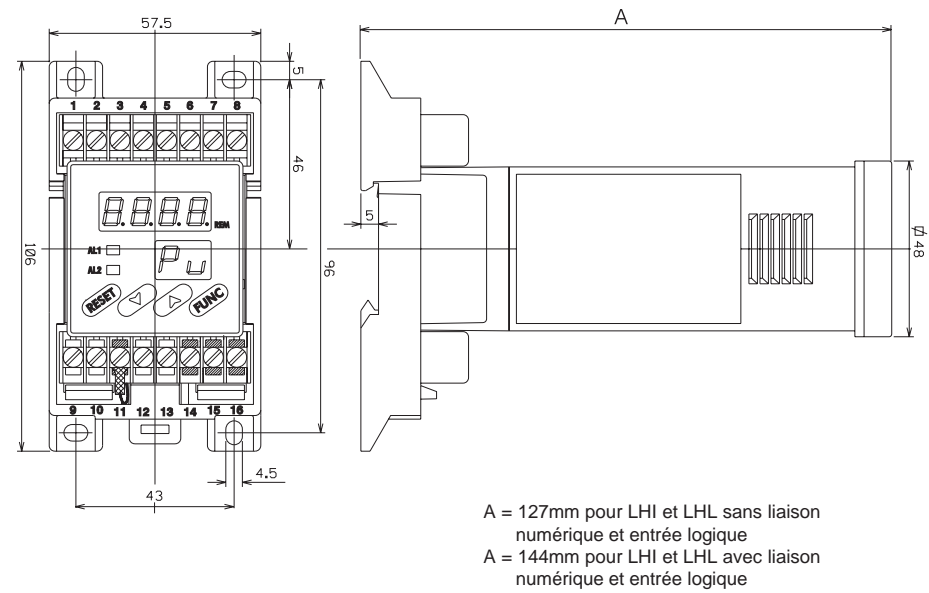

Fig. 4 DIMENSIONS ET PERCAGE
Choisir une position de montage propre, d'accès facile et autant que possible exempte de vibrations. La température ambiante doit être comprise entre 0 et 50°C (de 32 à 122°F). L'instrument peut être monté au mur ou sur une barre Omega DIN. Les dessins mécaniques sont indiqués dans la Fig. 4.
Pour le montage au mur utiliser les trous (A). Dans ce cas, nous recommandons d'utiliser quatre vis M4 serrées à un couple mini. de 1 Nm. Pour les gabarits de perçage et les dimensions d'encombrement, se référer à la Fig. 4.